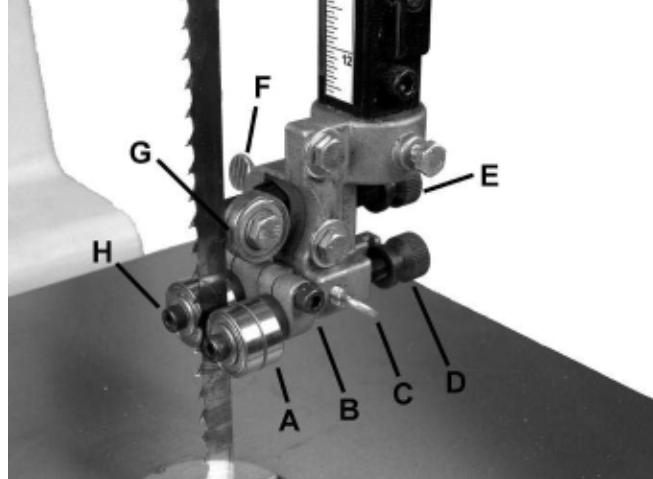

Рисунок 11.
3. Ослабьте барашек (F, Рис. 11) и поверните ручку с накаткой (E, Рис. 11), чтобы сдвинуть упорный подшипник (G, Рис. 11) внутрь или наружу, пока подшипник не будет на расстоянии 0,4 мм за полотном.
4. Затяните барашек (F, Рис. 11).
5. Ослабьте барашек (C, Рис. 11) и поверните ручку с накаткой (D, Рис. 11), чтобы сдвинуть скобу направляющего блока внутрь или наружу, пока передняя кромка направляющих подшипников не будет чуть позади впадин зубьев полотна.
6. Затяните барашек (C, Рис. 11).
7. Ослабьте фиксирующий винт (B, Рис. 11) и поверните направляющие подшипники (A, Рис. 11), повернув эксцентрик (H, Рис. 11) торцевым шестигранным ключом 4 мм в комплекте.
8. Затяните фиксирующий винт (B, Рис. 11).